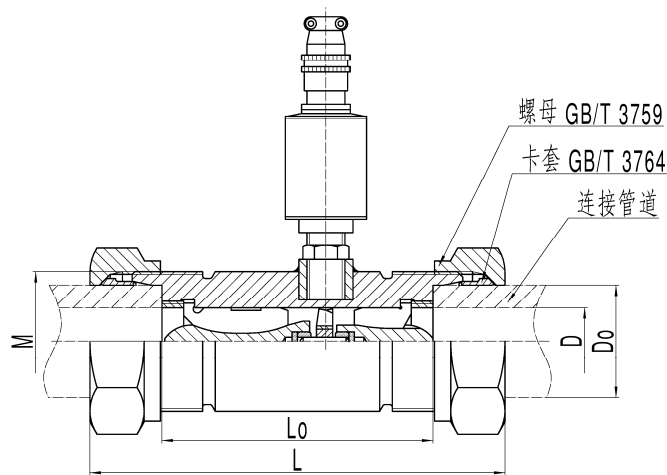
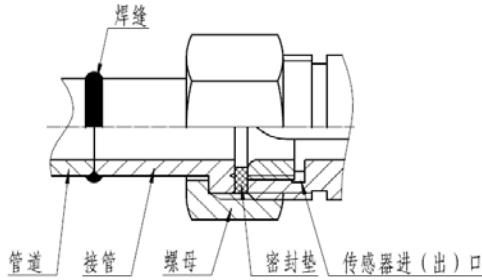
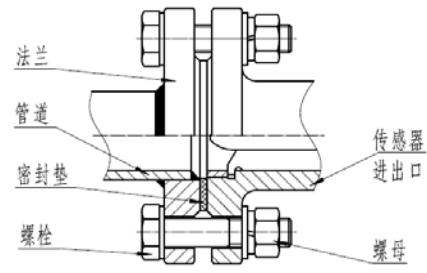

图 4 LWGY-6~25, PN16、25、40 尺寸及安装示意图
图 8 LWGY—4~25 连接示意图
图 9 LWGY—32~250 连接示意图
2 LWGY-6~25, PN16、PN25、PN40 (卡套式连接) 的尺寸见图 4 与表 3。
(1) 安装前检查传感器与辅助设备。
(2) 传感器与管道的连接推荐按图 8、图 9 所示。PN16、PN25 的传感器的连接按图 4 所示的卡套式连接。密封垫圈的材料应与所测流体相适应，不腐蚀、不反应；其内外径尺寸应保证即使安装时有偏心也不至于密封垫圈突入管道中。